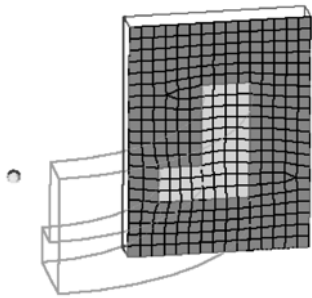
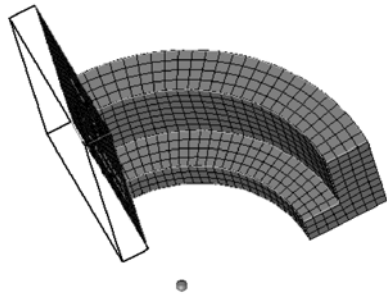

图 5-33 选择 L 形面内二维单元
图 5-34 创建弯臂六面体网格
- (1) 在模型浏览窗口选择 arm_curve 作为当前组件。
- (2) 从主面板选择 Mesh > Create > 3D Elements > Spin, 进入 spin 面板。
- (3) 选择 spin_elems 子面板。
- (4) 选择 elems>by window, 选择 L 形面内的单元。
- (5) 单击 select entities 按钮, 所选单元高亮显示, 如图 5-33 所示。
- (6) 在 angle=栏中输入 90, 此值表示旋转角度。
- (7) 在旋转方向上选择 x-axis。
- (8) 将曲线圆心处节点设置为“基点 (B)”。
- (9) 在 on spin=栏中输入 24。此栏表示在旋转路径上的网格数。
- (10) 单击 spin-按钮, 旋转获得网格如图 5-34 所示。